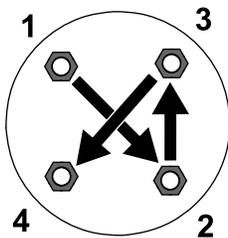

Bild 5
2. Ziehen Sie die Radmuttern (über Kreuz, wie in Bild 5 dargestellt) auf ein Drehmoment von 108 bis 122 N·m an.